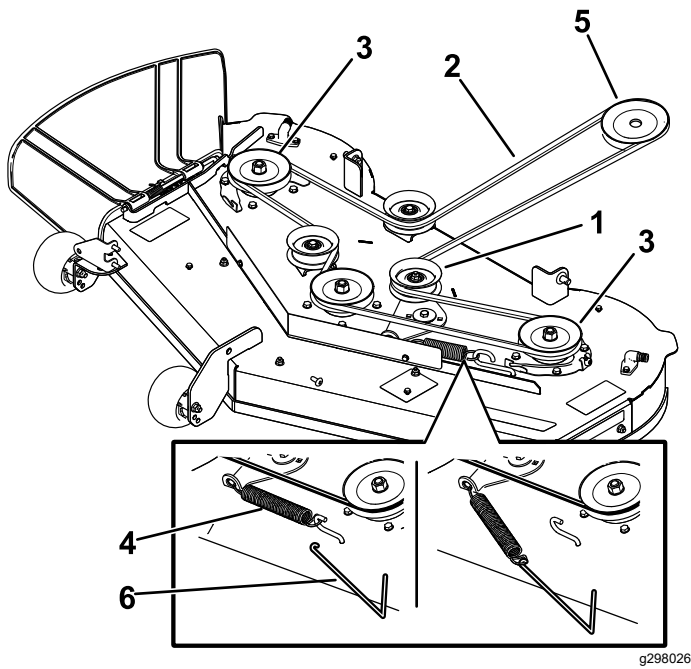

図 53
5. スプリング取り外し工具Toro P/N 92-5771を用いて、デッキのフックからアイドラスプリングを取り外してスプリングのテンションをなくし、プーリからベルトを取り外す 図 52または 図 53。
6. エンジンプーリとデッキプーリに新しいベルトを掛け回す 図 52または 図 53。
7. スプリング取り外し工具Toro P/N 92-5771を用いて、デッキのフックにアイドラスプリングを取り付けてスプリングにテンションを掛ける。これによりアイドラプーリとベルトが強く張る 図 53または 図 52。